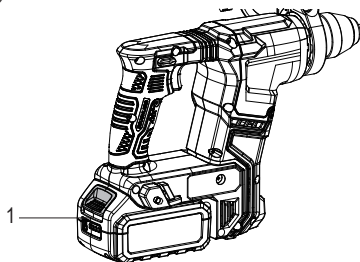

Fig.9
Presione el desbloqueo de bloqueo del riel (1) y deslice el paquete de baterías hacia fuera (Fig.9).